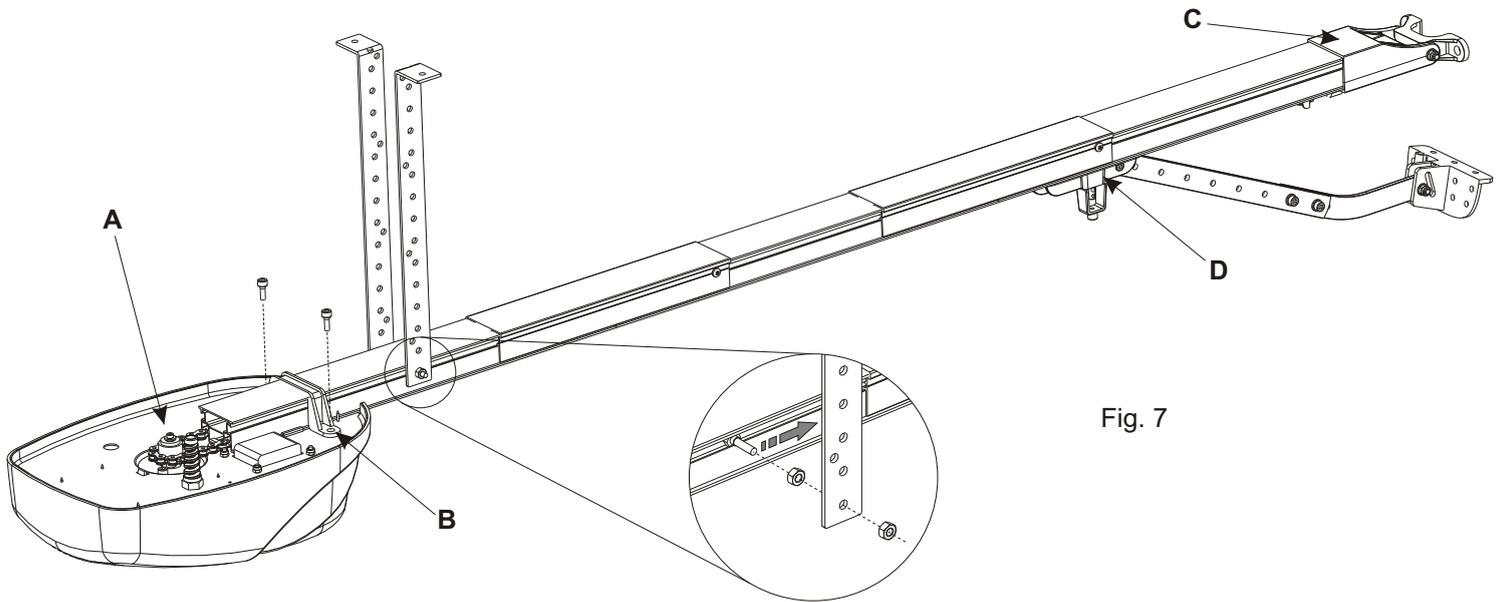

Fig. 7
NOTA: Dans Fig. 4 il y a une couple de vis insérée dans les fentes qui servira pour fixer le CORONA au plafond à l'aide des brides spéciales. (Voir Fig. 7).
- S'assurer que la chaîne est bien insérée sur le pignon du corps Corona. (Fig. 7 - A)
- Porter à la battue la guide sur le corps Corona et fixer la avec la bride spéciale. (Fig. 7 - B)
- Fixer sur l'autre extrémité de la guide le support de la jonction antérieure. (Fig. 7 - C)
Important: Il faut tenir toujours bien lubrifiée la chaîne et le support d'écoulement (Fig. 7 - D).